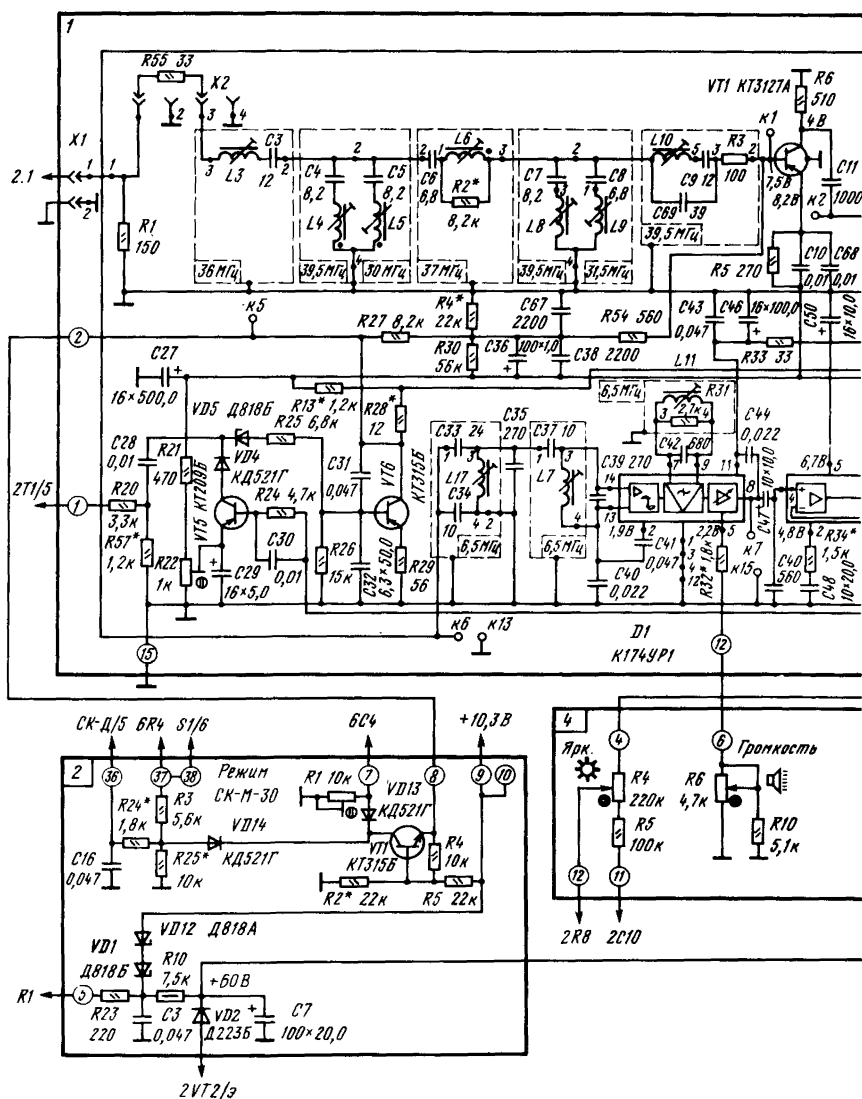

Рис. 3.24. Принципиальная схема канала изображения и звука телевизора «Электрон»
2. Исключены элементы согласующего контура 1L1, 1L2, 1C1, 1C2; вместо перемычки 1X2 введен резистор 1R55 сопротивлением 33 Ом; сопротивление резистора 1R1 равно 150 Ом (рис.3.24).